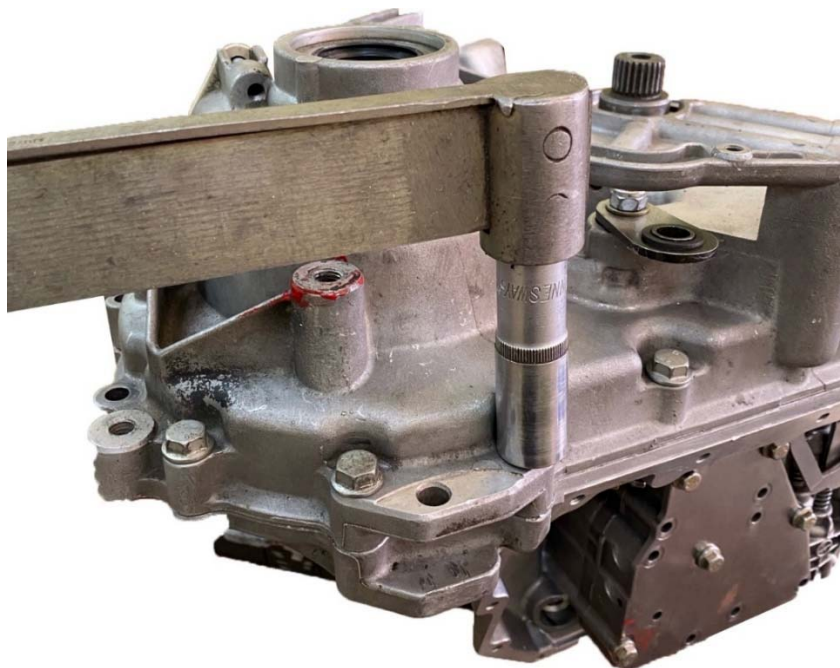

Рисунок 92 – закручивание болтов крепления крышки картера.
- закрутить болты крепления крышки картера (рисунок 92);